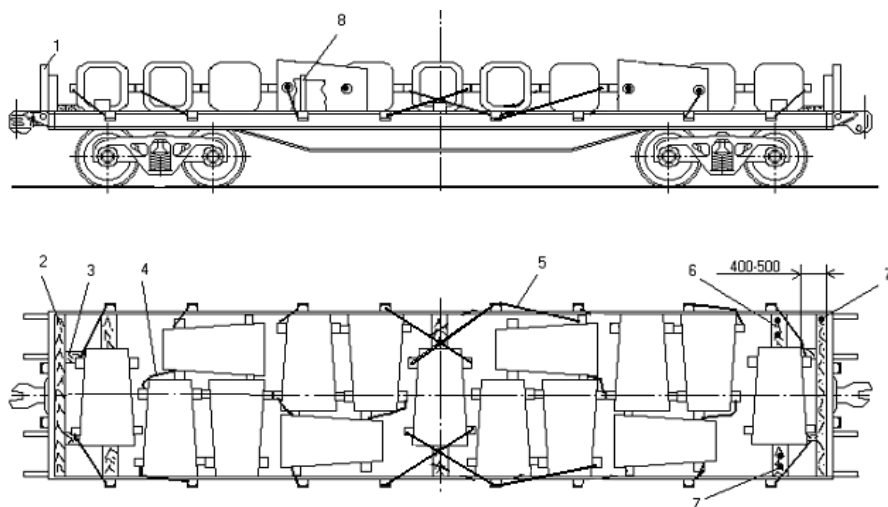

Рисунок 123
6.9. Изложницы массой свыше 1,5 т до 4,6 т включительно в количестве 15 штук размещают на платформе симметрично продольной и поперечной плоскостями симметрии платформы (рисунок 123) следующим порядком: поперек вагона – 11 штук, вдоль вагона – 4 штуки.